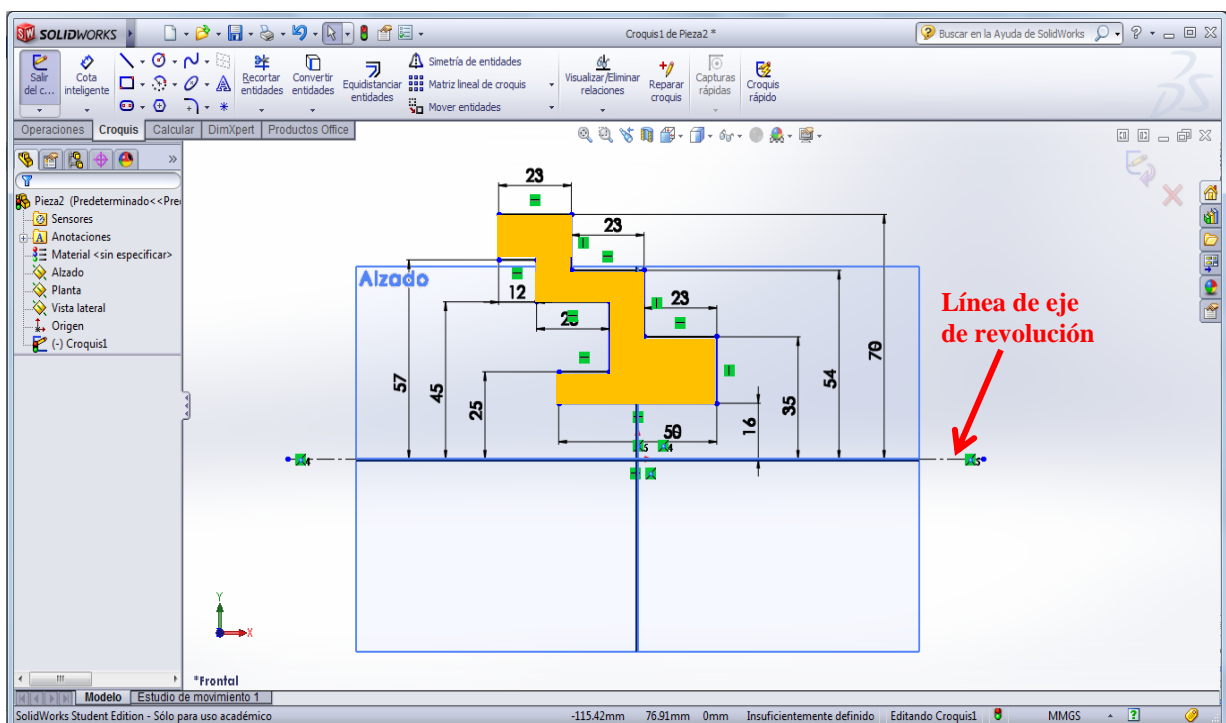

Figura 15. Línea de eje de revolución y croquis resaltado.
- c) Dibuje el eje de simetría alrededor del cual girará el croquis para crear el sólido. Esta línea la dibuja con *línea >> línea constructiva*. En la Figura 15 se muestra el croquis resaltado en amarillo y la línea de eje.